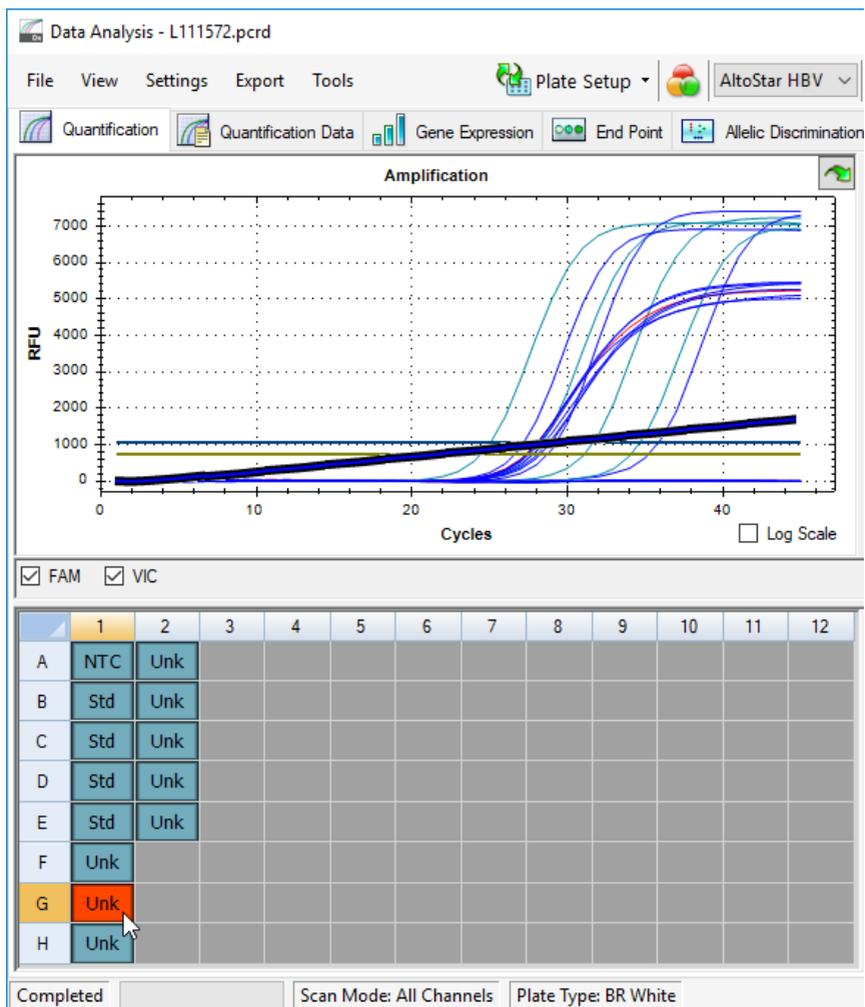

Abb. 6: Fenster Data Analysis (Datenanalyse): irreguläres PCR-Signal
2. Identifizieren Sie Wells mit irregulären PCR-Signalen (lineare Signalzunahme, Signalspitzen usw.) in den Detektionskanälen FAM™ (HBV-Ziel) und VIC™ (IC) (siehe Abbildung 6).